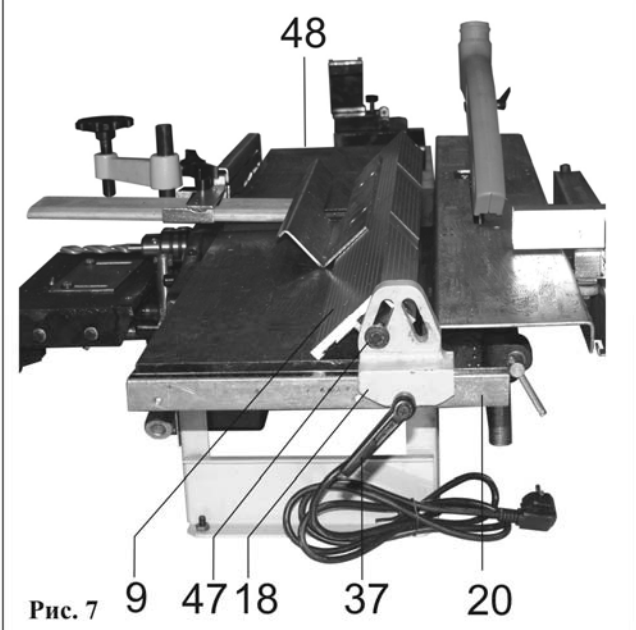

Рис. 7
8.5. Установка направляющей планки (Рис. 7)
8.5.1. Как показано на Рис.7, на направляющей (20) установите и ручкой фиксации (37) закрепите ползун (18) направляющей планки (9).